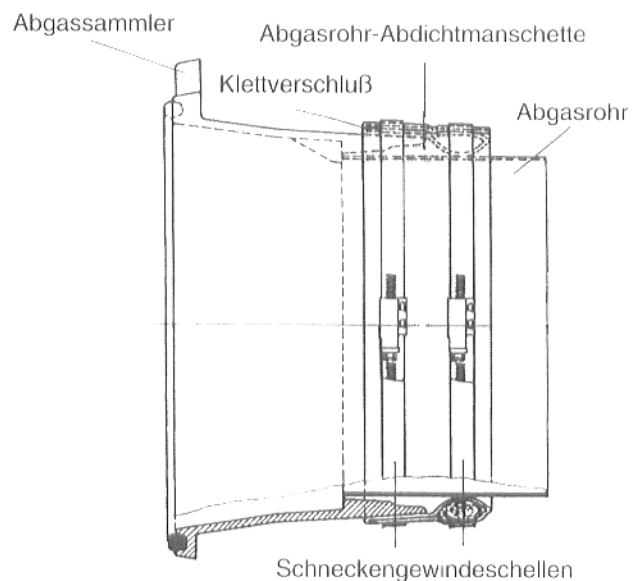

Abb. 29
Wir empfehlen die Verwendung einer Abgasrohr-Abdichtmanschette (Abb. 29; gesondert zu bestellen).
- Abgasrohr bis zum Anschlag in den Stutzen des Abgassammlers einschieben (Abb. 29).
- Abgasrohr-Abdichtmanschette um das Abgasrohr und den Stutzen des Abgassammlers legen und mittels Klettverschluß überlappend zudrücken (Abb. 29).